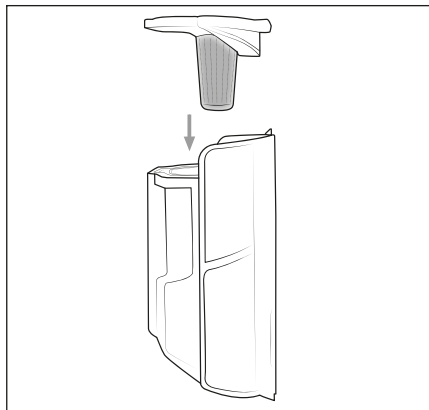

Fig. 19
- 6) Insérez le filtre en acier inoxydable ⑥ dans le bac à poussière ⑦ et poussez-le vers le bas jusqu'à ce qu'il soit fermement fixé dans le bac à poussière ⑦ (voir fig. 19).